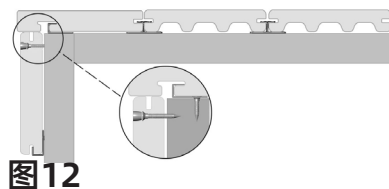

图12
- ② 封边板安装应固定在龙骨上，避免直接固定在地板上。
- ③ 如图12中所示踏步板挑出侧边板距离根据设计图纸尺寸确定，但不宜超过2公分。